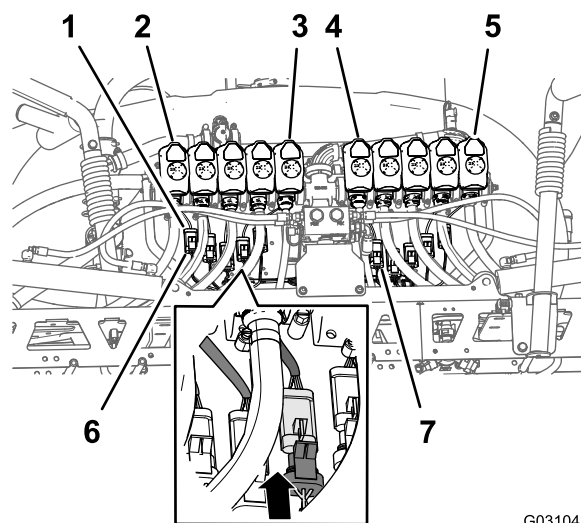

Figura 106
- Passar os conectores de três tomadas da secção com 203 cm da cablagem identificados como **Válvula do bico 1** (Nozzle Valve 1) a **Válvula do bico 5** (Nozzle Valve 5) para trás da montagem das 10 válvulas e por baixo das válvulas do bico 1 a 5 (Figura 106).
- Passar os conectores de três tomadas da secção com 203 cm da cablagem identificados como **Válvula do bico 6** (Nozzle Valve 6) a **Válvula do bico 10** (Nozzle Valve 10) para trás da montagem das 10 válvulas e por baixo das válvulas do bico 6 a 10 (Figura 106).
- Ligue o conector de três pinos da cablagem traseira identificado como **Bico 1** (Nozzle 1) ao conector de três pinos da cablagem para a válvula do bico 1 (Figura 106).
4. Repita o passo 3 nas posições do bico da válvula 2 a 10 (Figura 106).